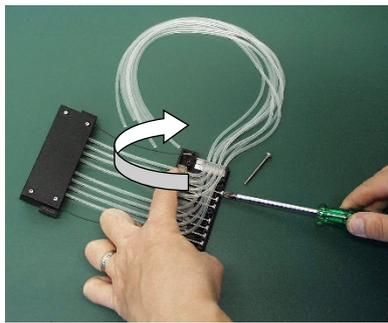

Abbildung 5-45. Befestigen der Kalibrierschrauben
10. Befestigen Sie die Kalibrierschrauben aus dem vorherigen Schlauchset mit einem Sechskantschraubendreher (Abbildung 5-45) an ihrem Platz.